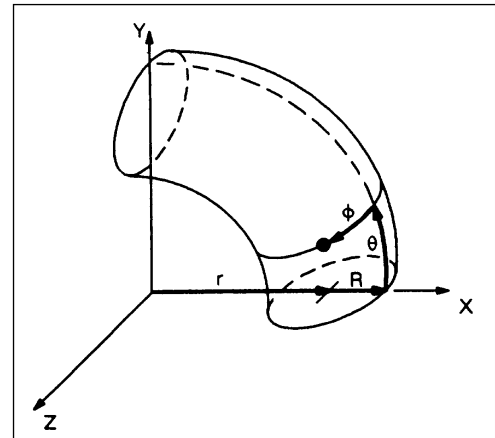

Bild 16
- Lokale Koordinatensysteme können in jeder Phase der Programm-Anwendung generiert (oder mit CSDELE gelöscht) werden. Die KCN-Referenznummer des Koordinatensystems muss aber immer größer als 10 sein (siehe Beispiel Bild 16)!